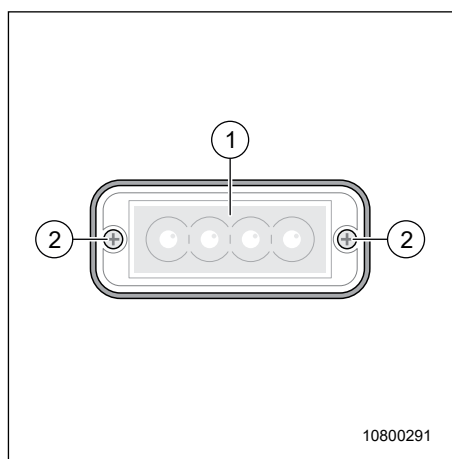

Fig. 140 Éclairage de la plaque d'immatriculation
1. Desserrer les vis à droite et à gauche (Fig. 140, Pos. 1) de la lampe LED (Fig. 140, Pos. 2).